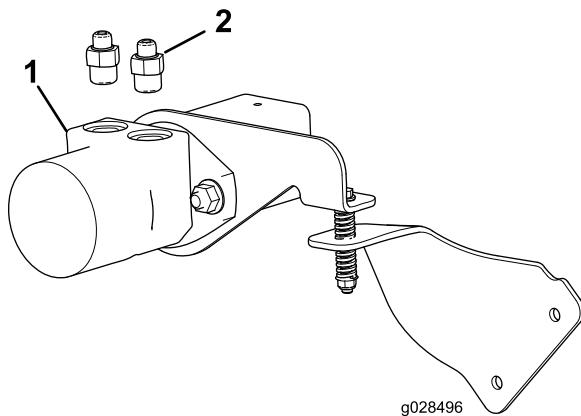

図 3
4. 図 3 のように、油圧モータにストレートフィッティング 5/8 インチ 2 個を取り付ける。
5. 油圧ホース 2 本についている 90 度フィッティングを、2 個のストレートフィッティングに接続し、指締めで止める 図 3。
6. 上記 2 本の油圧ホースのもう一方の端部にカップラオスを取り付ける 図 3。